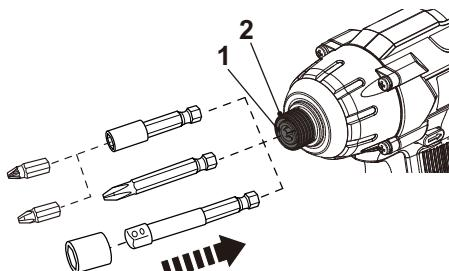

Fig. 1
> Tirez le manchon (2) et insérez un embout de vissage approprié jusqu'à la butée dans le porte-outil (1). Relâchez le manchon (2) pour verrouiller l'embout (fig. 1).